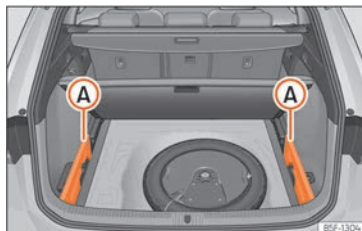

Fig. 128 En el maletero: alojamiento para guardar la bandeja enrollable.
- Extraiga las tapas izquierda y derecha »» fig. 128 A.